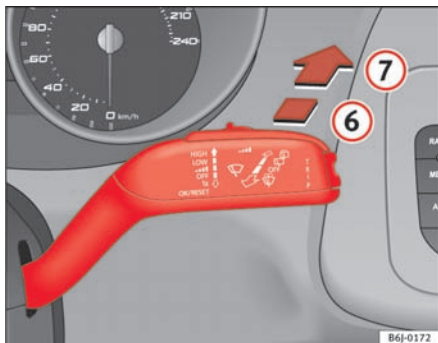

Fig. 61 Betjeningsarm til viskere og sprinklere: bagrudevisker
- Tryk armen fremad i hak ⑥ ⇒ fig. 61. Viskeren kører ca. hvert 6. sek.
- Tryk armen helt fremad i position ⑦ ⇒ fig. 61. Sprinkleranlægget og viskeren arbejder samtidig. Når du holder armen i denne position, er både bagrudeviskeren og sprinkleranlægget i gang.